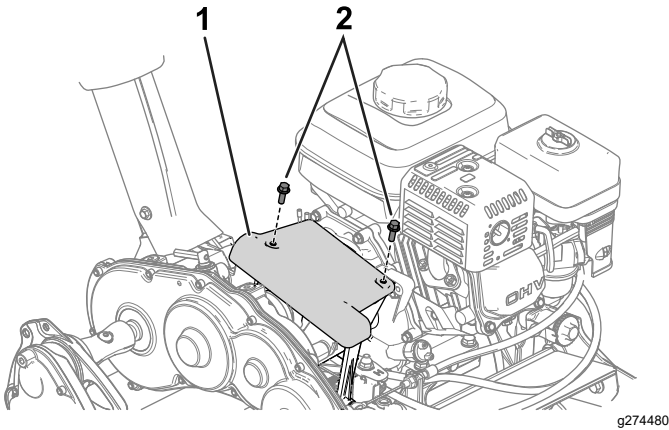

Figura 33
1. Acesse o disco de fricção e a placa de pressão removendo a tampa da embreagem (**Figura 33**).